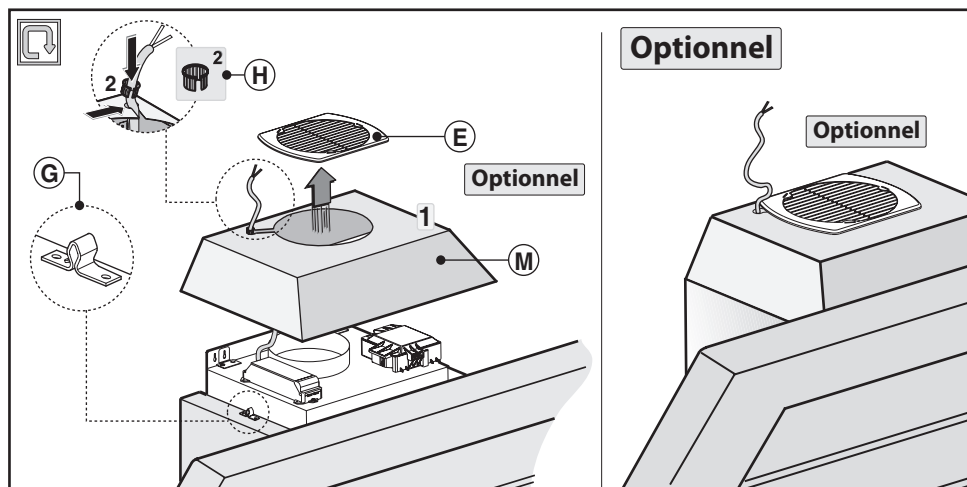

Fig.8
- Faire passer le câble d'alimentation dans le cache de protection **M** (fig 8).
- Fixer le cache de protection **M** et la grille E en faisant attention qu'il s'accroche parfaitement sur les clips de fixation **G** (fig 8), que vous aurez fixés auparavant à la hotte à l'aide des 4 vis **C** (fig. 8).